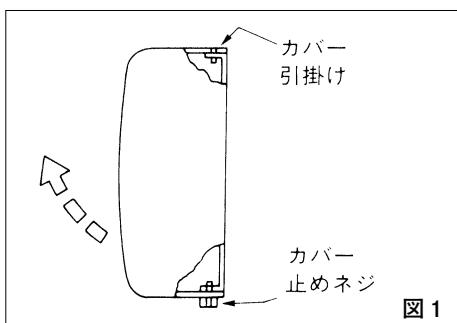

図1
2. 本体カバー下部にあるカバー止めネジをゆるめ、本体カバーを図1の矢印の方向にゆっくりと持ち上げてください。
次に、本体カバーを上方向に持ち上げ上部引掛けフックを外してください。(図1参照)
オイルサーバーのモータ部や周囲などにゴミやほこりなどがたまると、故障の原因になります。本体カバーを外して(P 4、図1参照)掃除してください。このとき、本体カバー以外は絶対に外さないでください。